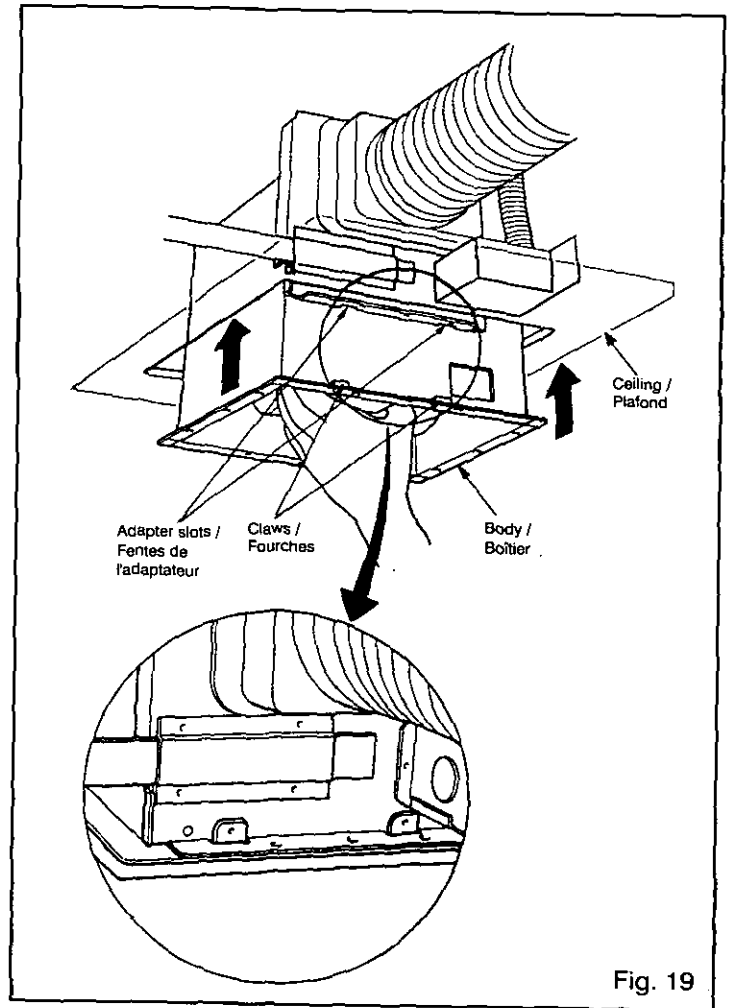

Fig. 19
7. Insert fan body into ceiling. (Fig. 19)
7. Insérez le boîtier du ventilateur dans le plafond. (Fig. 19)
- Insert fan body into ceiling. (Fig. 19)
- Insérez le boîtier du ventilateur dans le plafond. (Fig. 19)